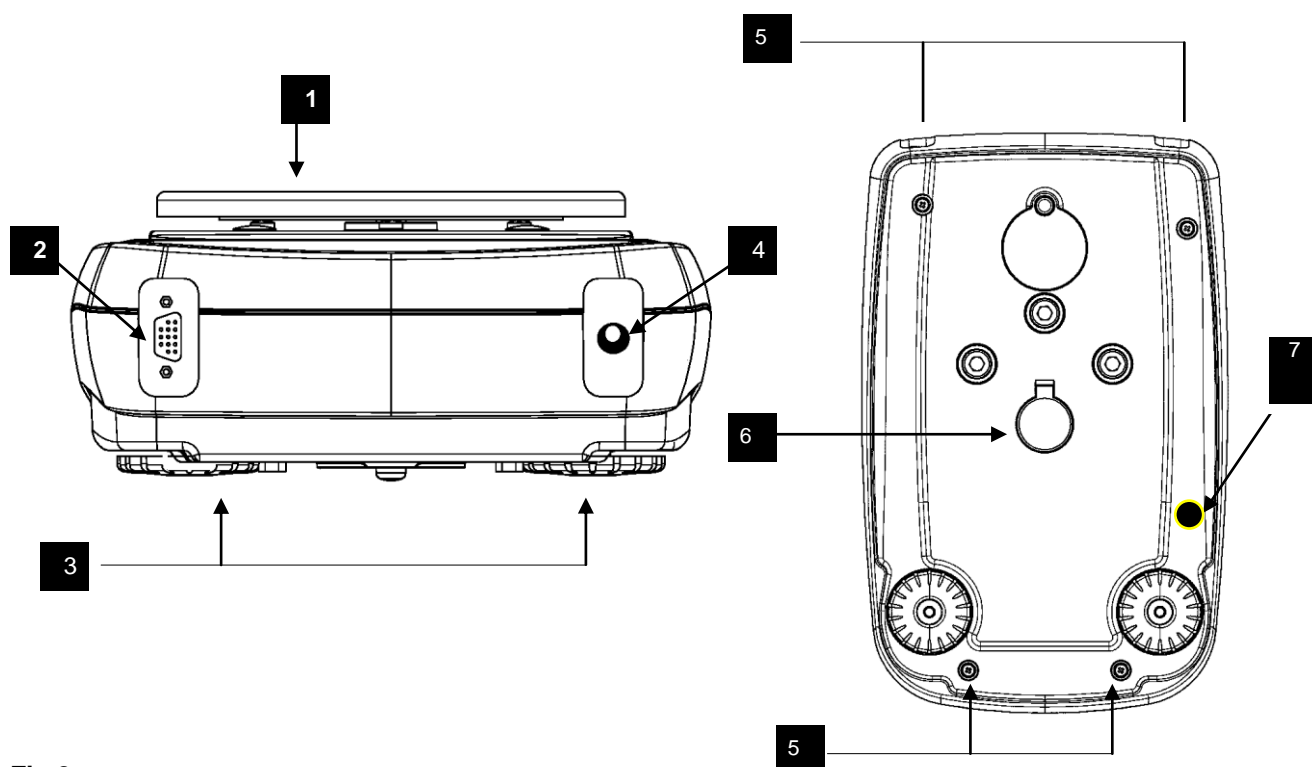

Fig.2
- **Conectar** o alimentador ao conector (fig.2 par.5) localizado na parte posterior